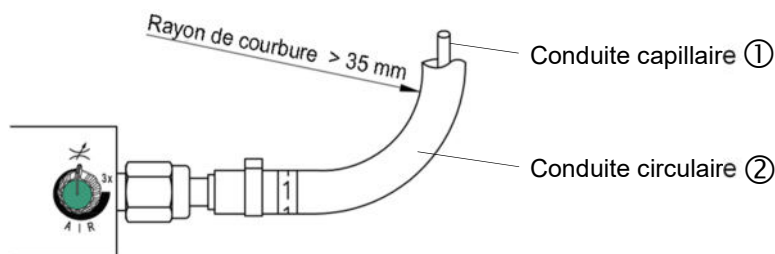

Fig. 4 : Conduite d'alimentation coaxiale avec un rayon de courbure minimal
- 4.4 Lors de la pose de la conduite d'alimentation coaxiale (fig. 4 composée d'une conduite circulaire ② avec conduite capillaire intégrée ①), il faut veiller à ce qu'il n'y ait ni pli ni fissure (par ex. sur une tôle à angles nets) et que la conduite ne passe pas par la zone de morceaux (risque de destruction). Le rayon de courbure minimal de 35 mm (fig. 4) doit être respecté. En raison de leur faible poids, les conduites d'alimentation coaxiales doivent, dans la mesure du possible, être placées sur la couche supérieure des chemins de câbles.